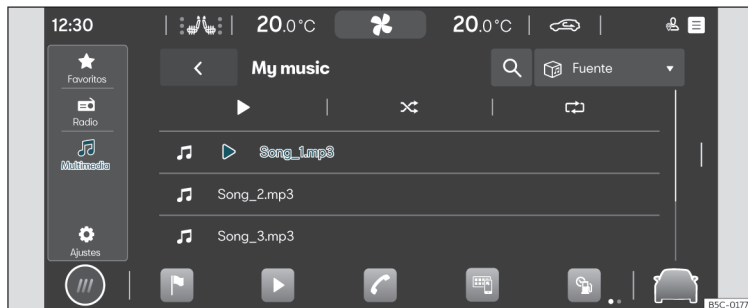

Fig. 147 Representación esquemática: Vista Multimedia
- Pulse **HOME** > ► > >>> **fig. 147**.